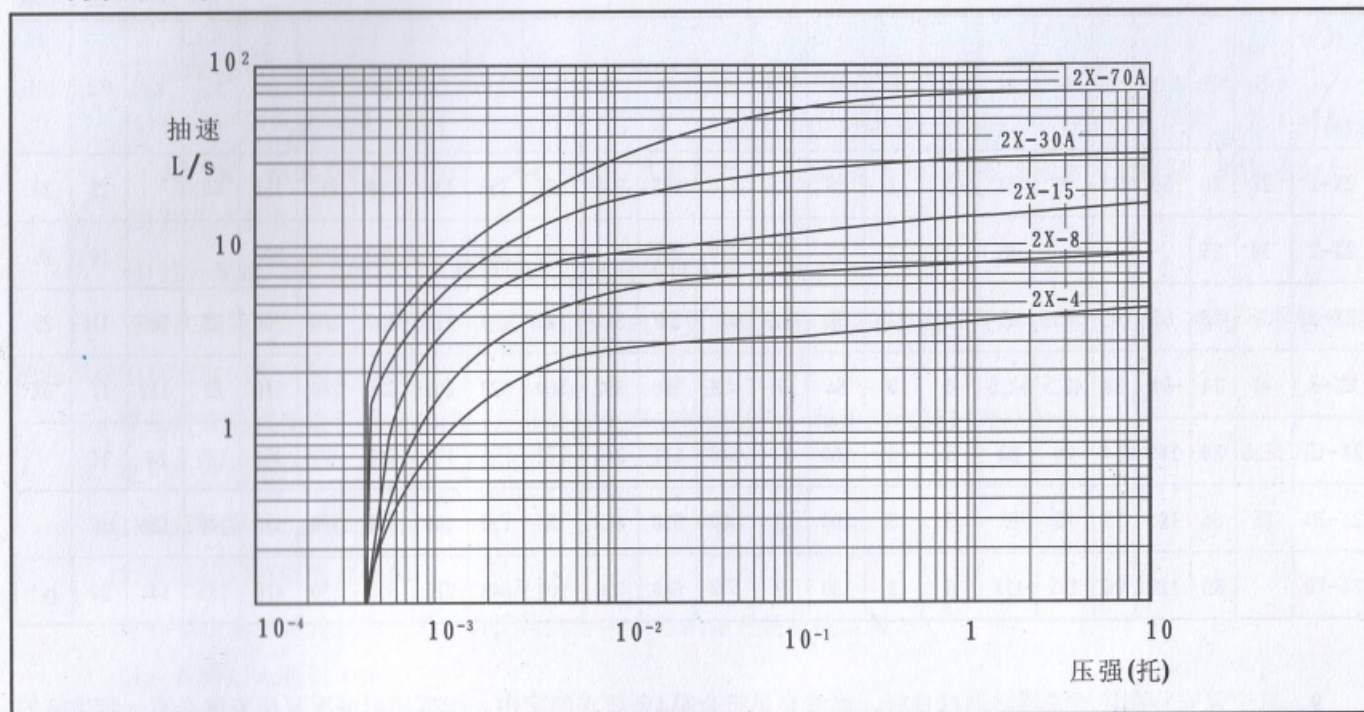

图 4
速有一定下降, 抽速与压力关系见图4。
被抽容器的气体流量应与泵的抽速相适应，泵的抽速关系见图4。在泵与被抽容器之间建议装上一个真空阀，以便控制气体流量。对于2X-2以下的泵并建议装上一个放气阀(或电磁阀)以便停车时对泵放气。2X-4以上的泵可以不装放气阀也能防止返油以及容易起动。
22、装配前应清洗干净并烘干,按图4进行装配,先装高真空端,将弹簧转片托起装入高转子内,然后放进高真空室,装上前端板,再装定位销钉,均匀拧紧螺钉,装配后应保证转动灵活轻松,均匀一致。然后再装低真空转子及后端盖,低转片的槽应向后端板一边。再装排气门,排气阀片应贴紧阀板坐,再装其它零件。